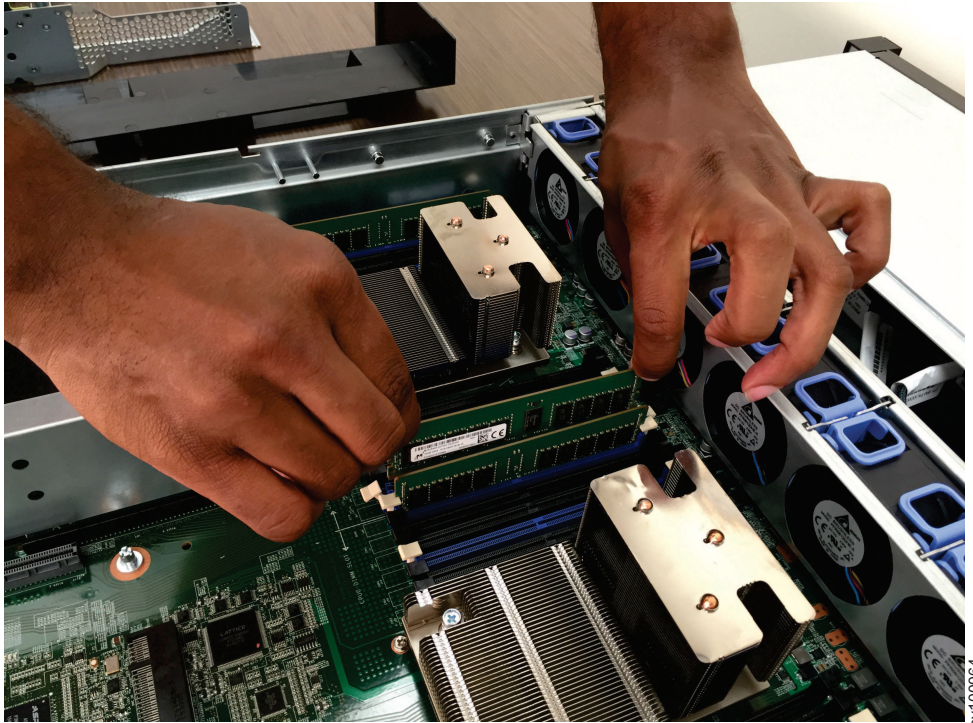

図 75. メモリー・モジュールの取り外し
6. 93 ページの図 75 に示すように、DIMM を持ち上げてスロットから取り外します。